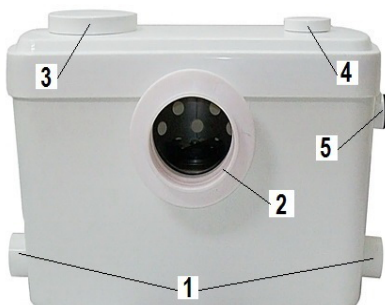

Рисунок 1
- Установите оборудование на унитаз, через патрубок 2 (рис. 1)
- Установите дополнительный трубопровод через патрубок 1 (рис. 1), если необходимо